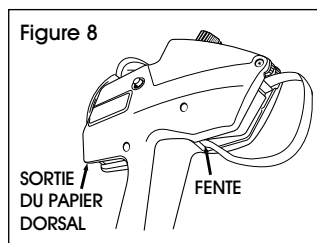

Figure 8
6. Pressez et maintenez la détente enfoncée tout en alimentant la bande d'étiquettes dans la fente en dessous de la flèche, jusqu'à ce qu'elle s'arrête ou atteigne l'arrière. (Voir figure 8)
7. Maintenez la bande en place et appuyez sur la détente huit fois ou jusqu'à ce que la bande d'étiquettes émerge de la sortie arrière. (Voir figure 8)